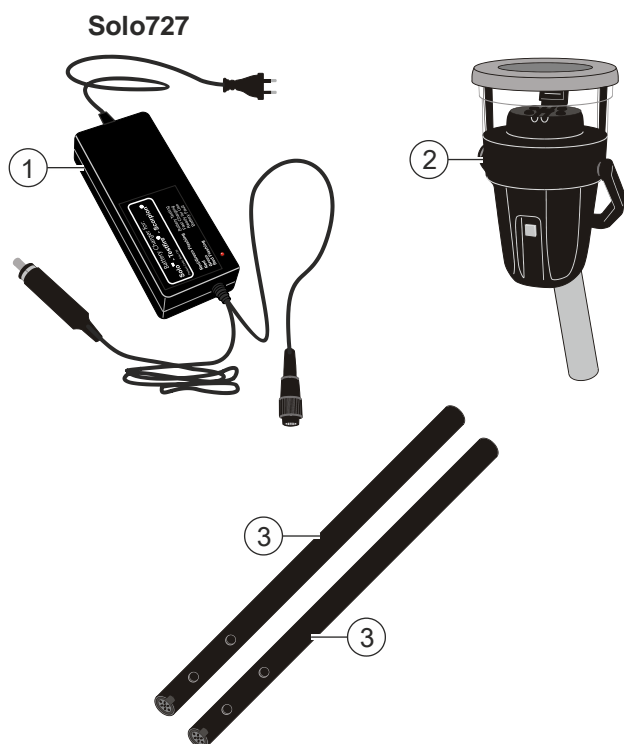

Fig. 1
The RE7T Solo461 heat detector test kit comprises the following components (Fig. 1):
1. Insert a rechargeable battery (3) into the tester (2) (Fig. 1).
Das Solo461 Wärmemelderprüfer Kit RE7T ist ein Hilfsmittel zum Überprüfen der Funktion von Wärmemeldern. Hierbei wird ein Heizelement in einem Prüfgerät so lange erwärmt, bis der zu prüfende Wärmemelder einen Alarm meldet. Folgende Komponenten sind Bestandteil des Solo461 Wärmemelderprüfer Kits RE7T (Fig. 1):